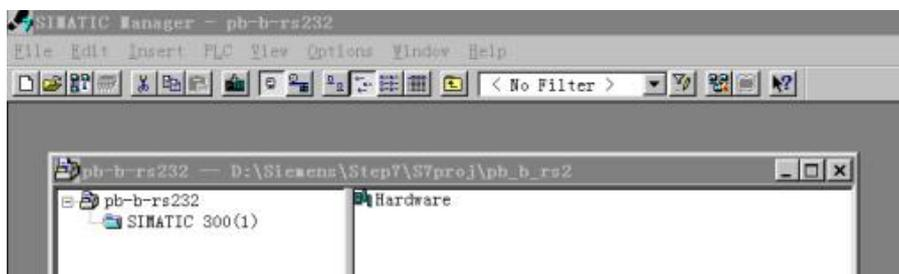
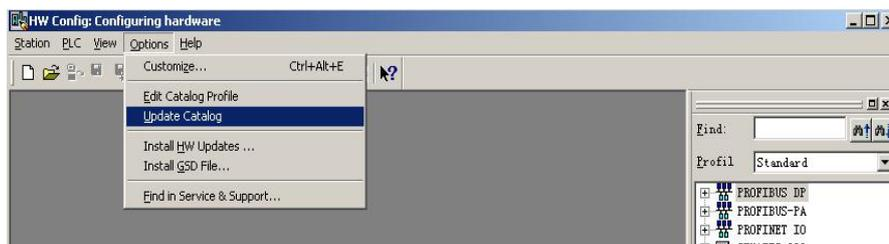

图 5
图 6
(5) SIMATIC 300(1)→Hardware 双击, 见图 5 和 图 6。